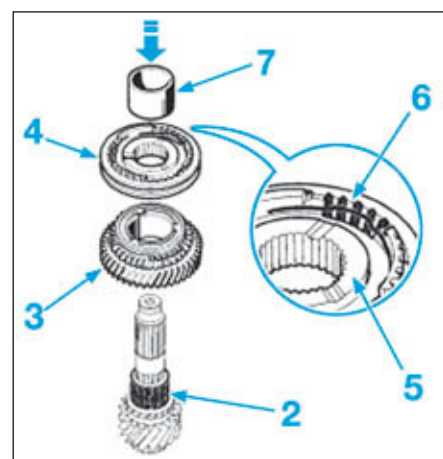

FIG.40
- Mettre en place la cage à aiguilles (2) (Fig.40).
- Reposer le pignon fou de 3^e (3) muni de sa synchronisation triple cônes.